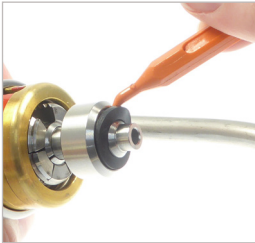

Abbildung 11
- ▶ Untergraben Sie die Frontdichtung (Pos. 7) mit dem WEH® O-Ring-Picker Art. Nr. E98-101969 und entnehmen Sie ihn aus dem Einstich (*Abbildung 11*).